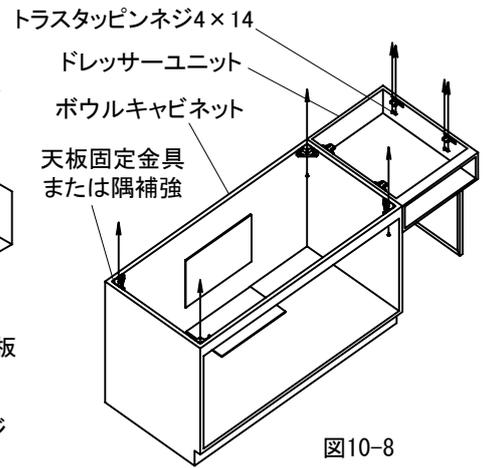

図10-8
- ④ボウルキャビネット4隅の天板固定金具(または隅補強)を介して所定のネジでカウンターを固定してください。(図10-8)
ご注意:ドレッサーユニットの両側にL金具が取付いていますが、エンド側のみネジ打ちしてください。(図10-8)